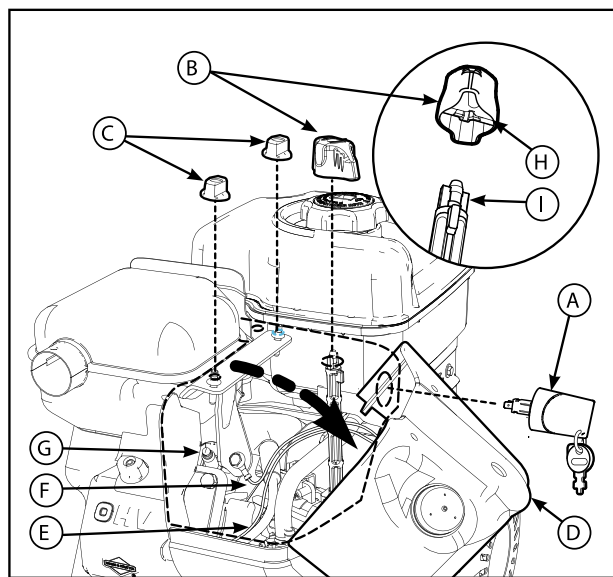

Рис. 15
1. Выньте ключ ВКЛ/ВЫКЛ (A, рис. 15) или ключ зажигания. Храните в недоступном для детей месте.
2. Возьмите ручку управления заслонкой (B) и потяните ее вверх, чтобы снять ее.
3. Выньте крепежные винты (C).
4. Осторожно снимите верхнюю часть насадки для снега (D). НЕ отсоединяйте шланг прокачки (E) или провод ключа (F).
5. Снимите свечу зажигания (G) и замените ее. (См. Технические характеристики)
8. Выровняйте выемки (H, рис. 15, врезка) на ручке управления заслонкой с выступами на рычаге управления заслонкой (I) и нажмите на ручку, чтобы установить ее. Если ручка управления заслонкой установлена неправильно, заслонка не будет работать.